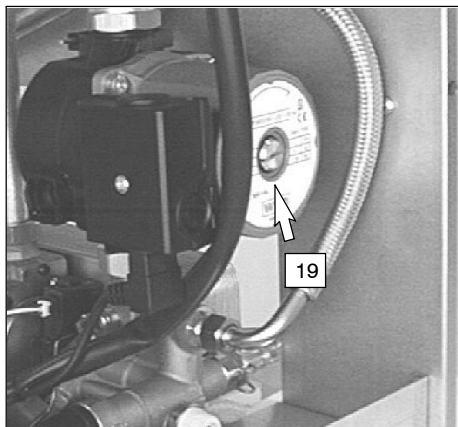

fig. 6.4
- 10 Togliere il tappo 19 in fig. 6.4 e sbloccare la pompa ruotando il rotore con un cacciavite. Durante questa operazione sfiatare la pompa.